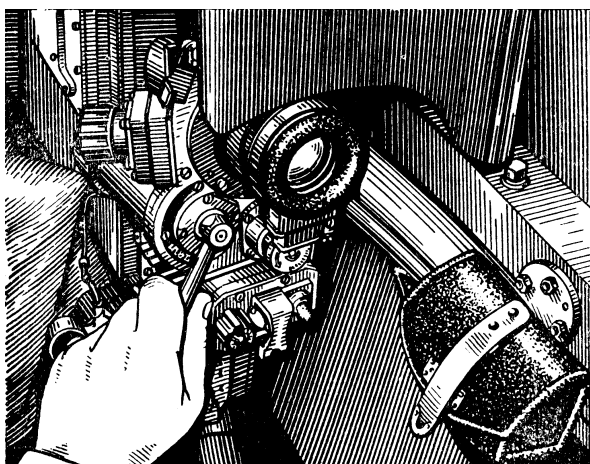
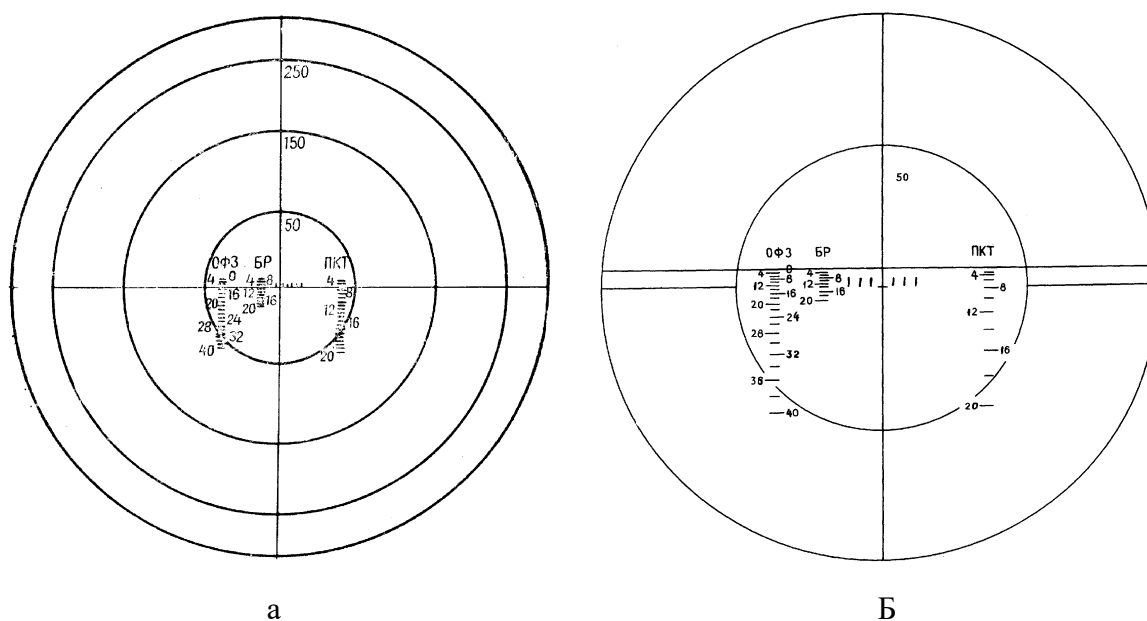

Рис. 57. Встановлення збільшення прицілу 1ПЗ-3
Рис. 59. Поле зору прицілу 1ПЗ-3:
- встановити необхідне збільшення прицілу (Рис. 59), для чого, взяти лівою рукою за ручку встановлення збільшення, розташовану внизу панелі прицілу та перевести її (рис. 57) у необхідне положення «1,2x» чи «4x»;